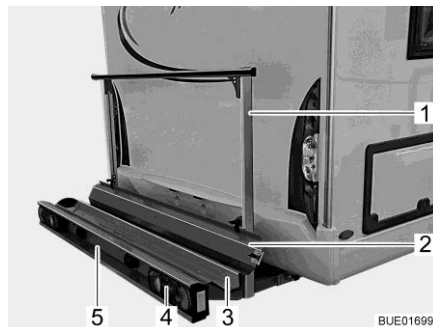
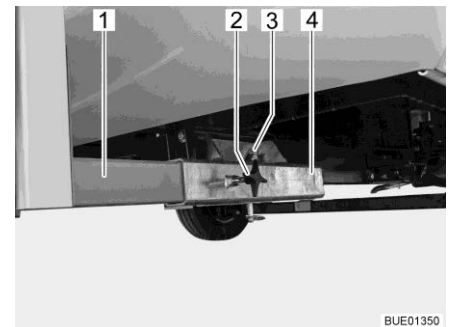

Fig. 4 Porte-charge
Fig. 5 Fixation sur le véhicule
Le porte-charge (Fig. 4) permet de transporter une moto ou un scooter d'un poids allant jusqu'à 130 kg.
- Réceptacle (Fig. 4,3) et étrier de fixation (Fig. 4,1) avec fixation sur le véhicule (Fig. 5)
- Feux arrières (Fig. 4,4)
- Éclairage plaque minéralogique (Fig. 4,5)
- Rail d'accès (Fig. 4,2)
- Fixation sur le véhicule** Les deux longerons (Fig. 5,1) du porte-charge sont fixés avec des vis à garet (Fig. 5,2) sur les réceptions quatre pans (Fig. 5,4) situées sur le plancher du véhicule. Le porte-charge est bloqué par un boulon (Fig. 5,3) avec circlip.